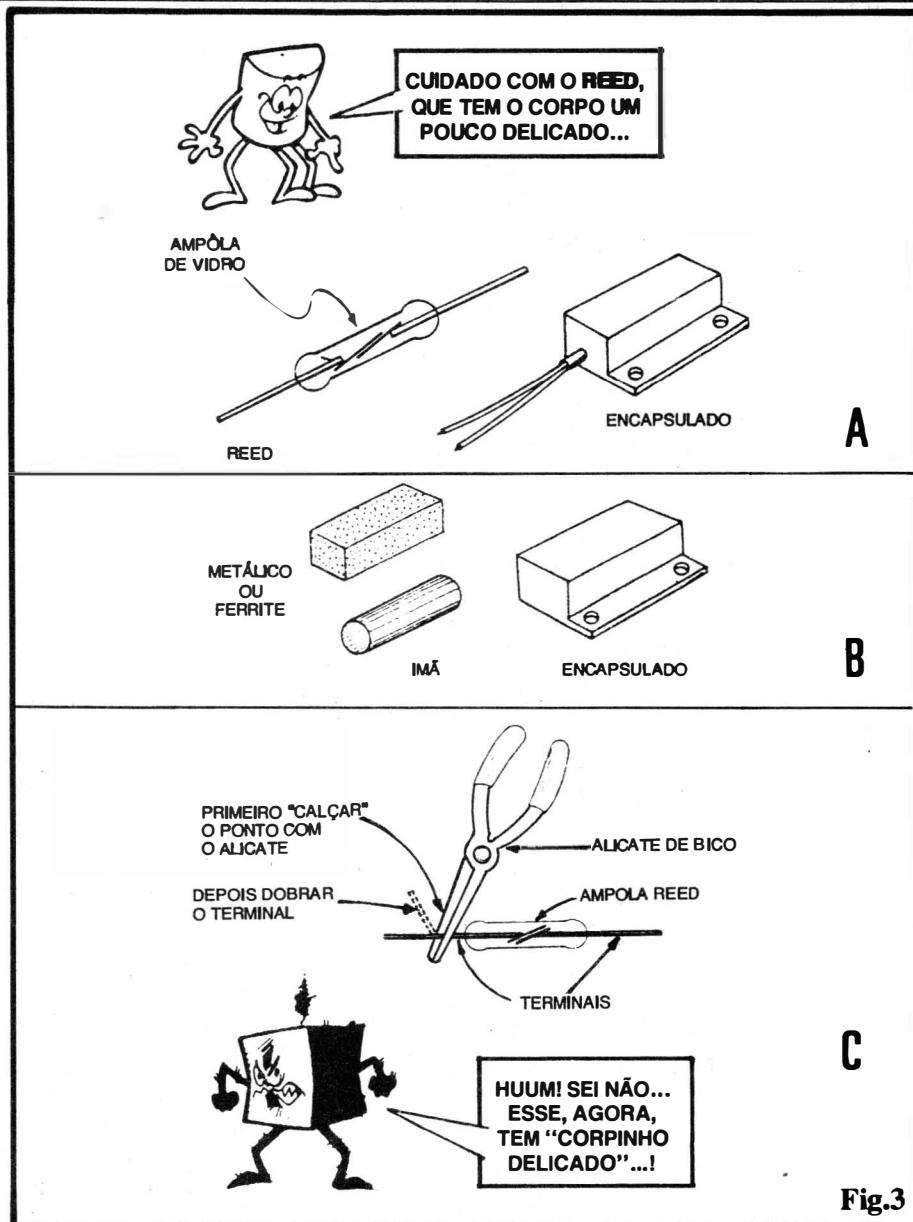

Fig.3
- FIG. 3 - O INTERRUPTOR MAGÉTICO (REED) E O RESPECTIVO IMÁ - O sensor magnético usado no circuito do ALARME TEMPORIZADO, é basicamente construído a partir de uma ampola de vidro, cilíndrica, muito pequena, contendo internamente um par de lâminas metálicas, muito finas e leves, e que, quando magnetizadas a partir de um campo externamente imposto, atraem-se mutuamente, estabelecendo contato elétrico firme... Removendo-se o campo magnético que externamente excitava as tais lâminas, estas novamente se separam, desfazendo o contato... Observem aí um pequeno “paradoxo”, facilmente explicável: o Leitor/“Aluno” atento já terá notado que embora tenhamos mencionado o funcionamento do circuito a partir de sensores NORMALMENTE FECHADOS, o Interruptor Magnético (REED) é, na verdade, do tipo NORMALMENTE ABERTO, já que suas lâminas apenas “fecham” na presença de campo magnético, estando normalmente, separadas ou “abertas”... Acontece que, para a perfeita excitação da entrada do circuito, em situação “normal” ou de “espera”, as ditas lâminas internas do REED ficam, sim, fechadas! Isso é providenciado pela presença próxima de um pequeno imã, “parceiro” inevitável de interruptores magnéticos do gênero... Dessa forma, para o circuito, o interruptor magnético é interpretado como NORMALMENTE FECHADO, ocorrendo a “anormal abertura” apenas quando o imã “parceiro” for afastado do dito REED (através de um simplíssimo artifício mecânico, esse afastamento apenas se dará quando um intruso tentar abrir a porta ou janela controlada, conforme veremos mais adiante...). Nos três sub-itens seguintes, mostramos detalhes importantes para a aquisição e “manuseio” prático do Interruptor magnético: